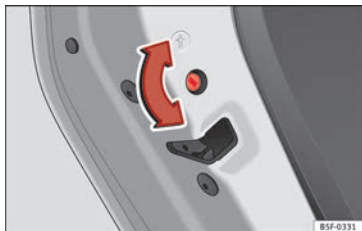

Abb. 134 Kindersicherung in der linken Tür
- Drehen Sie bei geöffneter Tür den Schlitz mit dem Fahrzeugschlüssel an den linken Türen im Uhrzeigersinn »» **Abb. 134** und bei den rechten Türen gegen den Uhrzeigersinn.
- Drehen Sie bei geöffneter Tür den Schlitz mit dem Fahrzeugschlüssel bei den linken Türen gegen den Uhrzeigersinn »» **Abb. 134** und bei den rechten Türen im Uhrzeigersinn.